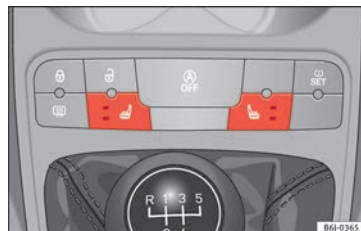

Fig. 142 Contacteur du chauffage des sièges avant.
- Appuyez sur le contacteur correspondant » fig. 142 pour activer le chauffage du siège.
- Une pression sur la touche active le chauffage à l'intensité maximale. Les deux LED s'allument » fig. 142. Après 15 minutes à intensité maximale, la LED supérieure s'éteint, le système se désactive pendant 2 minutes et, une fois ce délai écoulé, le système se remet en fonctionnement à intensité minimale (la LED inférieure reste toujours allumée).